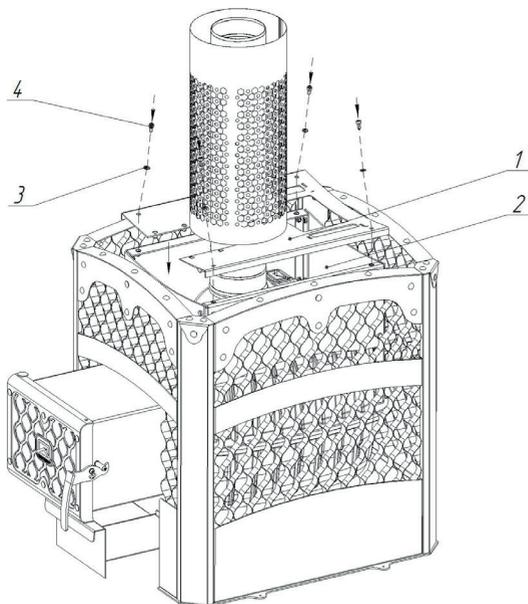

Рисунок 3 — Установка свода (камни не показаны)
- 4) установите свод на корпус закрытой каменки (рисунок 3);